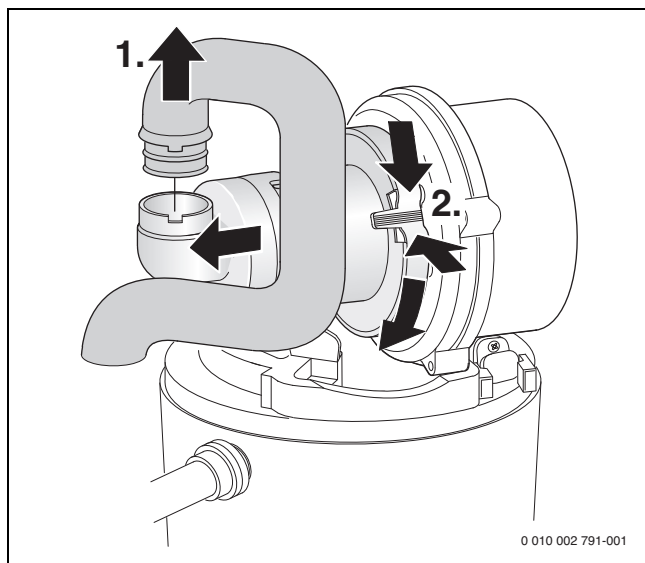

Fig. 54 Démontant le tube d'aspiration et le mélangeur
- Démonter le dispositif de mélange (→ fig. 54).